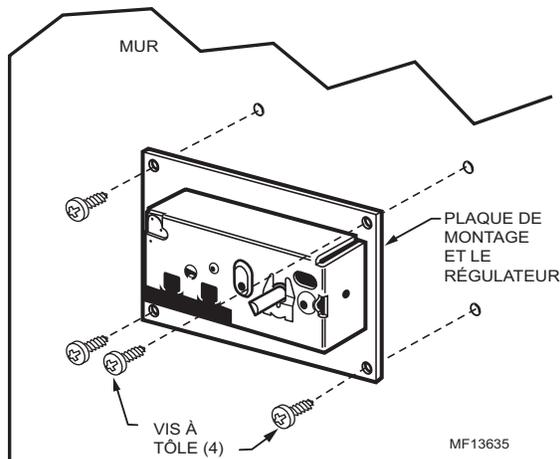

Fig. 46. Montage de l'humidistat.
11. Fixer la plaque de montage au mur avec quatre vis à tôle n° 6 de 2,5 cm (1 po). Voir la figure 46.